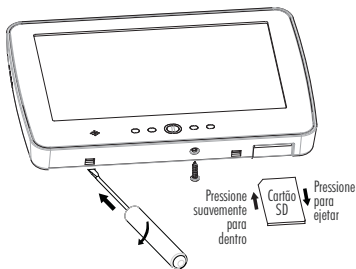

Figura 1 - Remoção da placa traseira.
1. Remova o cartão SD antes de abrir a tela de toque (refira-se à Figura 1).
**ADVERTENCIA:** preste atenção à direção de inserção do cartão de memória SD no alojamento (ver a Figura 1).